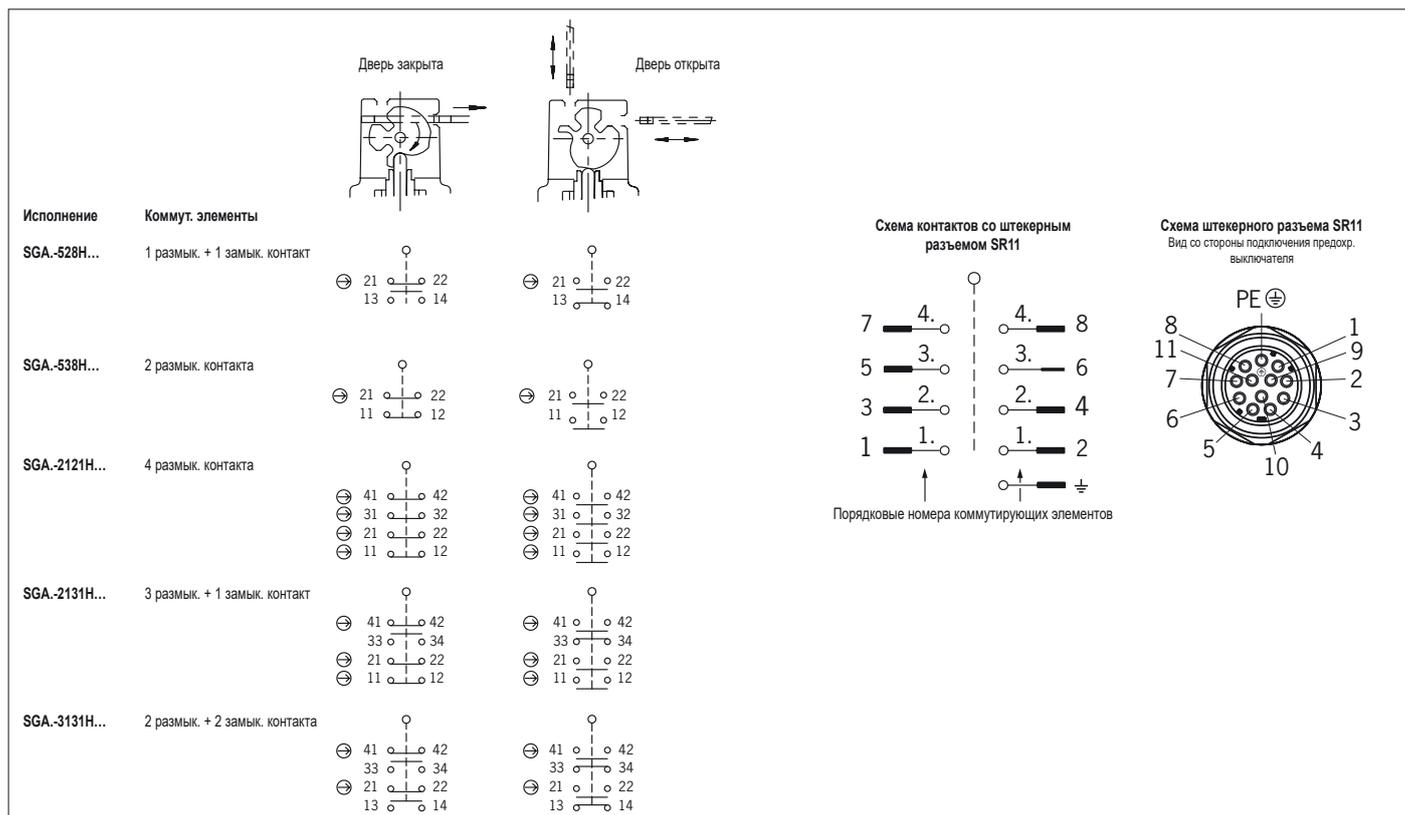

Рис. 2. Коммутирующие элементы и функции включения
3. Затем подсоединить и затянуть клеммы с моментом затяжки 0,5 Нм (см. схему контактов на Рис. 2).